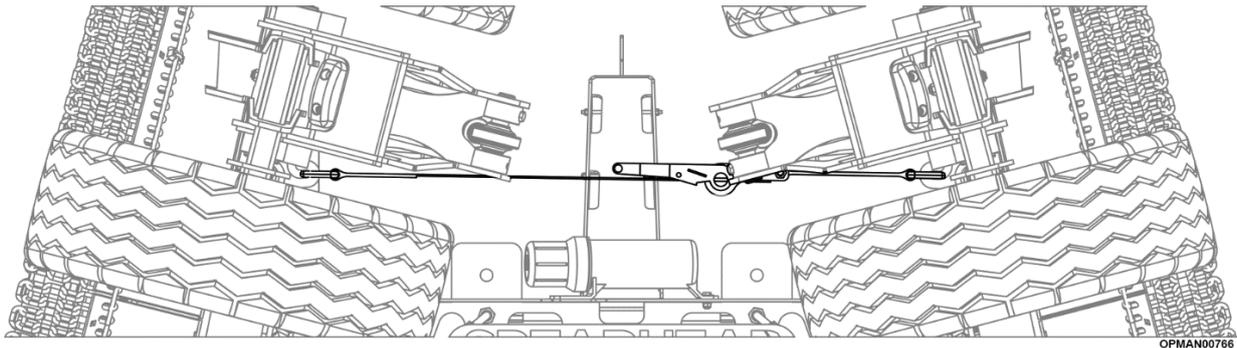

Abbildung 4.17
- 4.6.1.2 Entfernen Sie den Ratschensicherungsgurt, siehe Abbildung 4.17.
- 4.6.1.10 Bringen Sie den Ratschensicherungsgurt an den Seitenmähwerken an, siehe Abbildung 4.17.